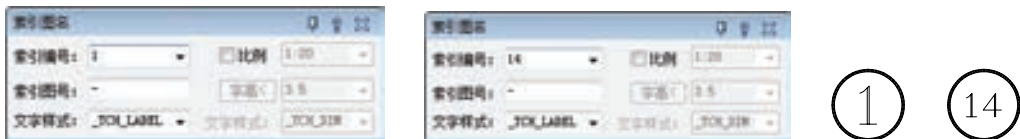

图 15-162 添加索引符号
5) 调用“索引图名”命令，在弹出的“索引图名”对话框中设置索引编号，点取插入点，即可创建如图 15-162 所示的索引符号。